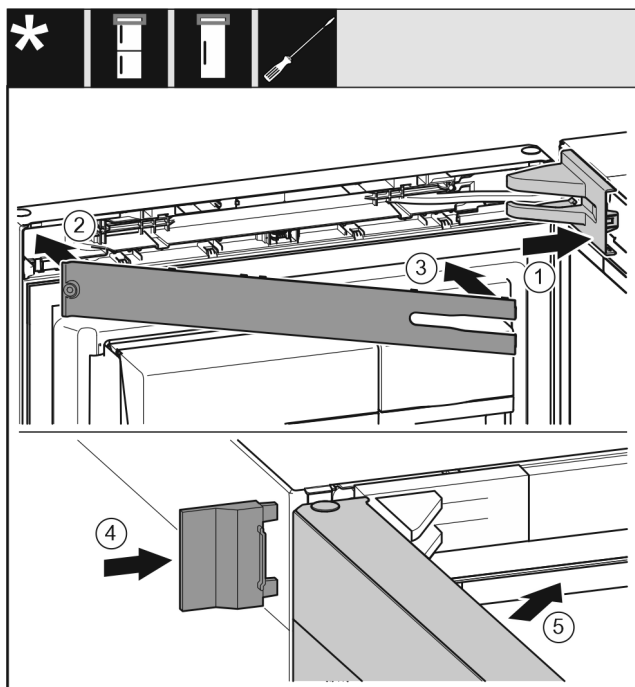

Fig. 71
- ▶ Nasadte a zaklapněte kryt stojanu ložiska Fig. 71 (1), příp. opatrně přitlačte od sebe.
- ▶ Nasadte záslepku Fig. 71 (2).
- ▶ Záslepku Fig. 71 (3) sklopte a zaklapněte.
- ▶ Vnější kryt Fig. 71 (4) nasuňte.
- ▶ Zavřete horní dveře Fig. 71 (5).